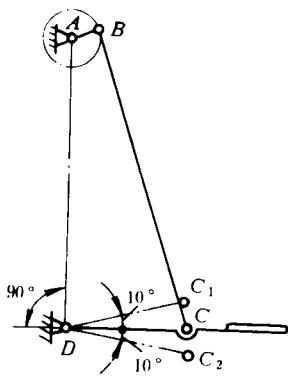

图 1-8
- 图 1-8 所示为脚踏轧棉机的曲柄摇杆机构。要求踏板 CD 在水平位置上下各摆 10° , 且 $l_{CD}=500\text{mm}$, $l_{AD}=1000\text{mm}$, 试求 l_{AB} 和 l_{BC} 的长度。